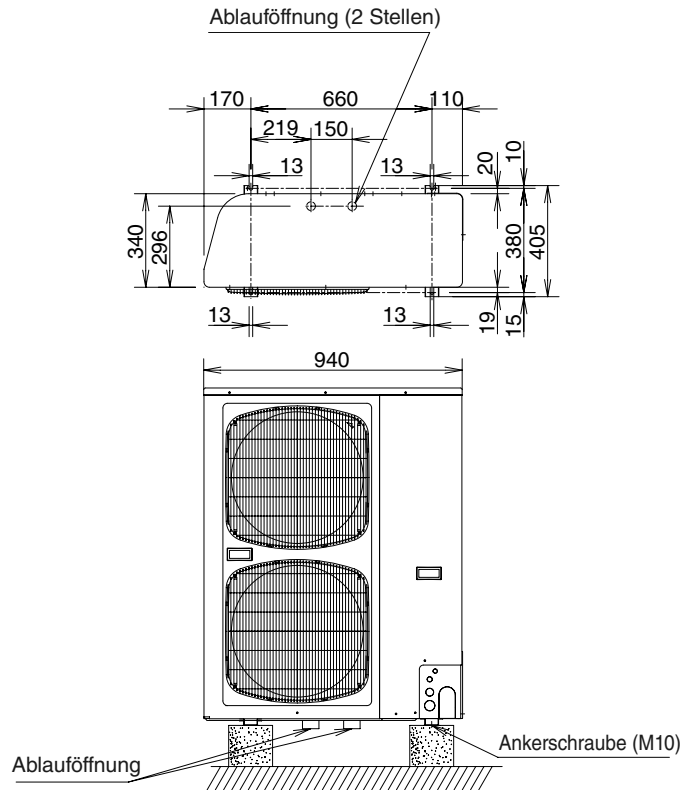

Abb. 4-1
- Siehe Abb. 4-1 bezüglich Ankerschraubenmaße.